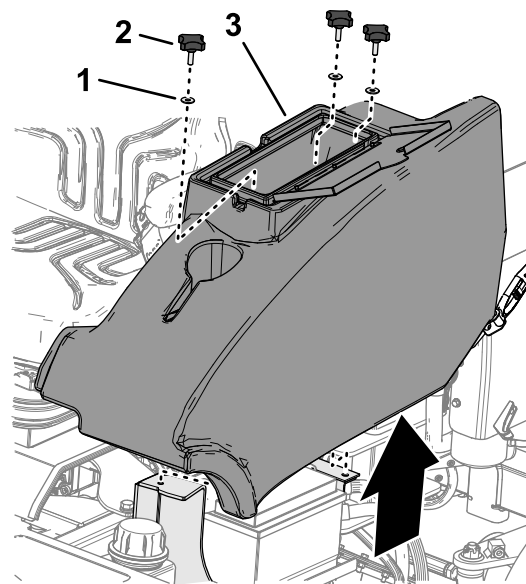

Figura 3
1. A sinistra della piattaforma dell'operatore, aprite lo sportello del vano portaoggetti (Figura 3).
2. Rimuovete le 3 manopole e le 3 rondelle che fissano il vano portaoggetti alla macchina, e rimuovetelo (Figura 3).